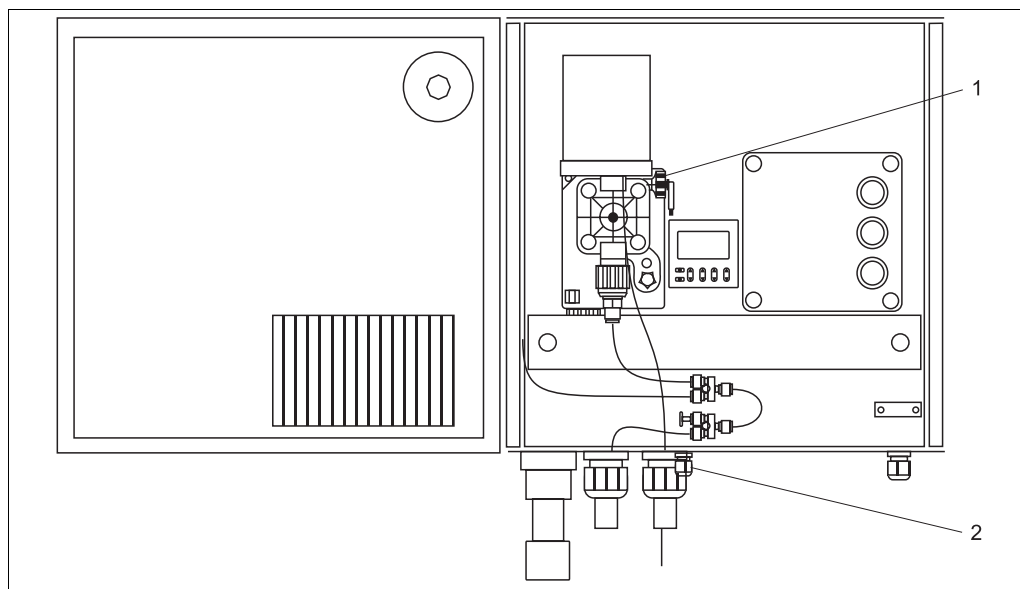

Fig. 21: Scatola di controllo
1. Rimuovere il tappo di scarico dal premitubo del tubo flessibile di spurgo (→ Fig. 21, pos. 2).
2. Spingere un'estremità del tubo flessibile di spurgo fornito in dotazione (PVC 6/4 mm) verso l'alto, facendolo passare attraverso il premitubo, e fissarlo sul bocchettone di raccordo della vite di spurgo (pos. 1).